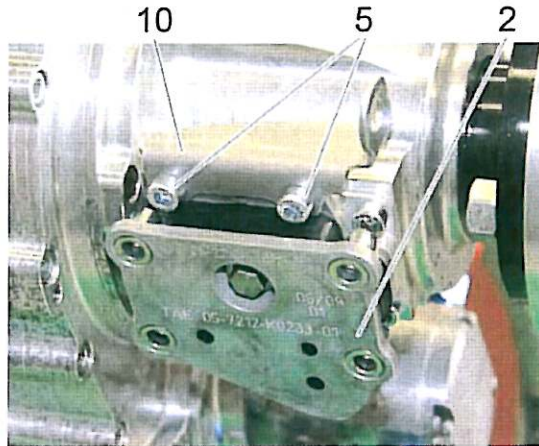

Bild 15
11. Den Halter (item 10) und den Vibration-Isolator (item 2) mit Hilfe der beide anderen Schrauben (item 5), die im vorletzten Arbeitsschritt mit Loctite 243 versehen worden sind, an der Adapterplatte (item 1) festmachen. Siehe Bild 15.